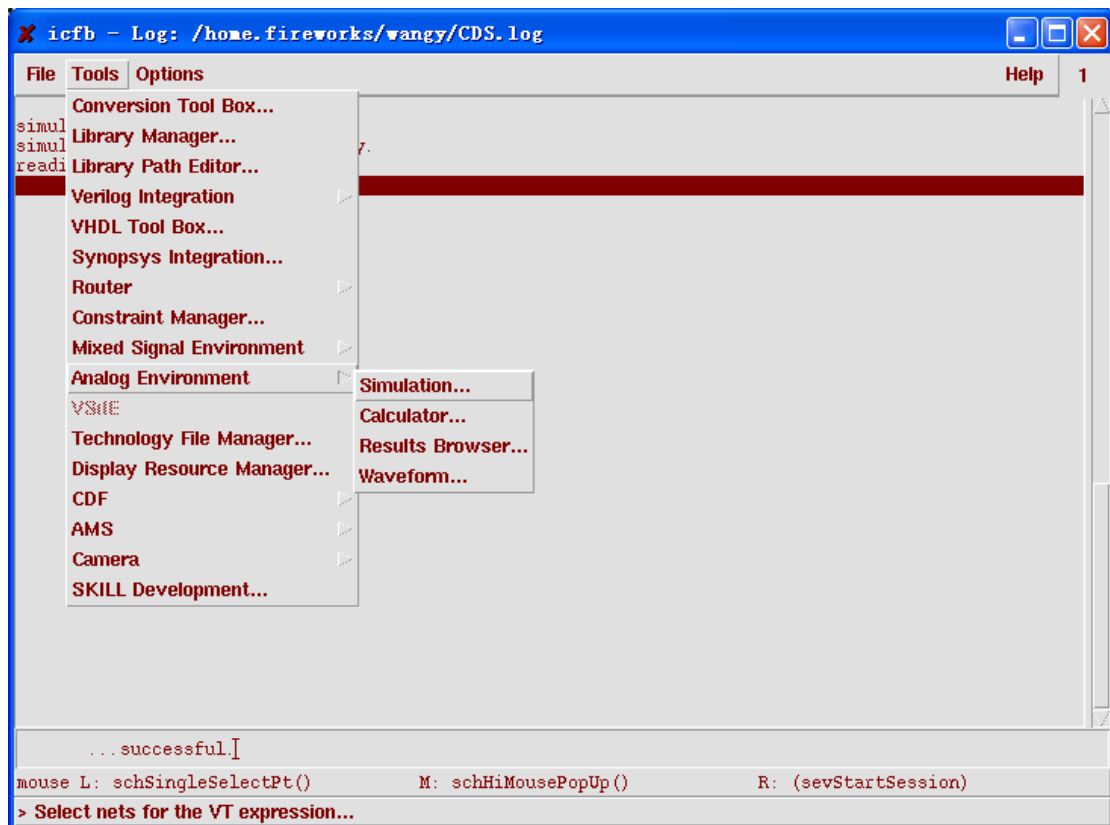

图 8.5 从 “Tools” → “Analog Environment” → “Calculator” 开启 “Caculator”
- 在 CIW 窗口中选择“Tools” → “Analog Environment” → “Calculator”，如图 8.5 所示，开启“Calculator”。